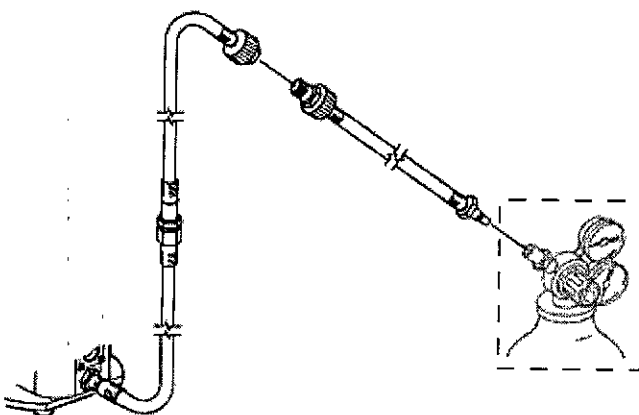

Figura 2: Instale el adaptador de manguera adecuado
- Instale el adaptador de manguera adecuado entre el adaptador de manguera de nitrógeno DISS (US) y el suministro de gas regulado (figura 2).